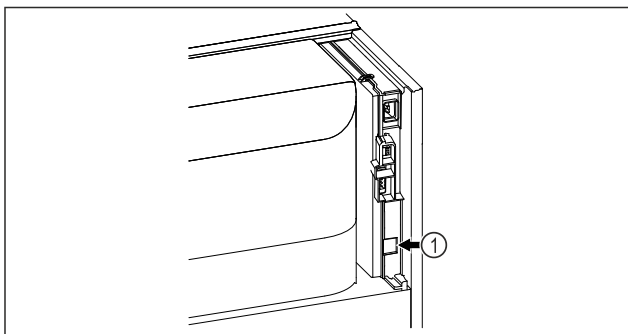

Fig. 134
- SmartModule Fig. 134 (1) este instalat.